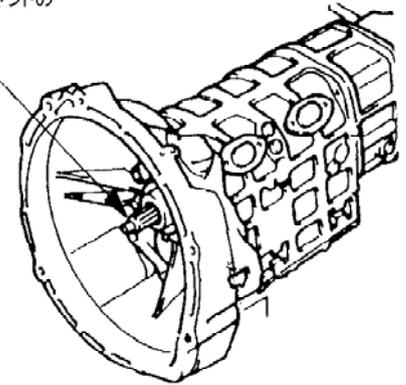

図3-5
- 3-5. トランスミッションのメンドライブシャフトのスプライン部にクラッチ・グリース（マツダ純正品番105077767）を適量塗布した後、キット中のクラッチディスクAssyをスプライン部にはめ込んで前後にスライドさせ、スプライン部にグリースを均等に伸ばして下さい。（図3-5）